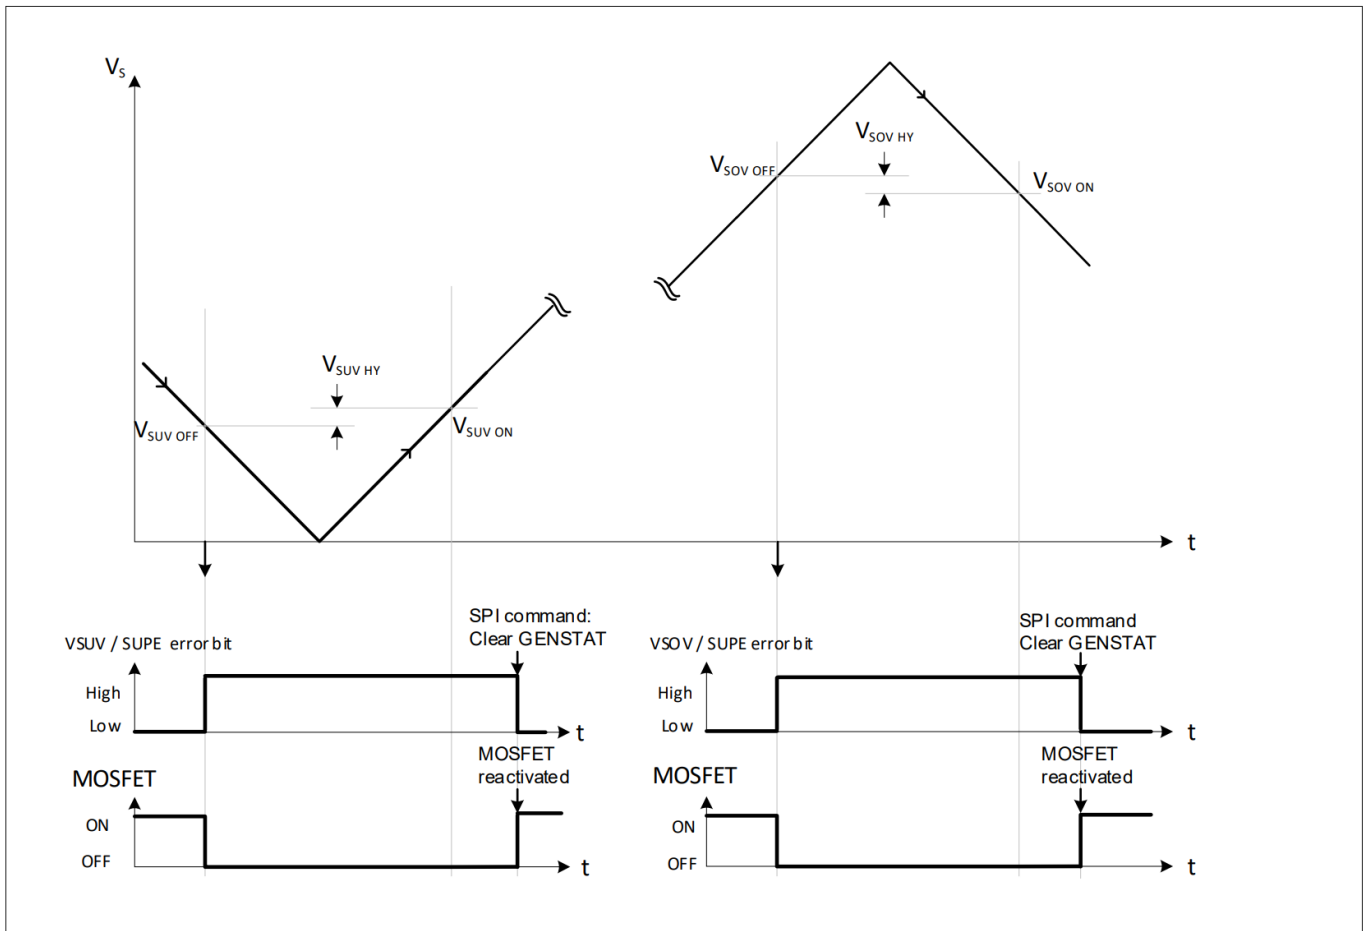

图 37 V_s 过压和欠压条件下的输出行为
- $V_S > V_{SUV\ ON}$ （见图 37）。
- $V_S < V_{SOV\ ON}$ （见图 37）。